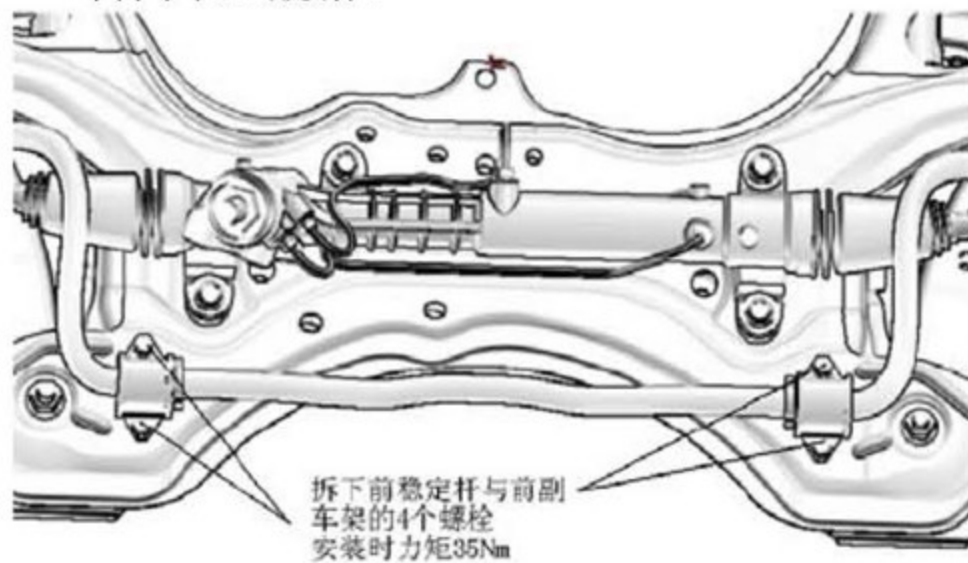

图 1-14
(1) 下摆臂总成的拆卸
① 旋转转向盘以便移动相应前轮至最小侧位置。
② 如图 1-14 所示，从球头螺柱上拆卸开口销。